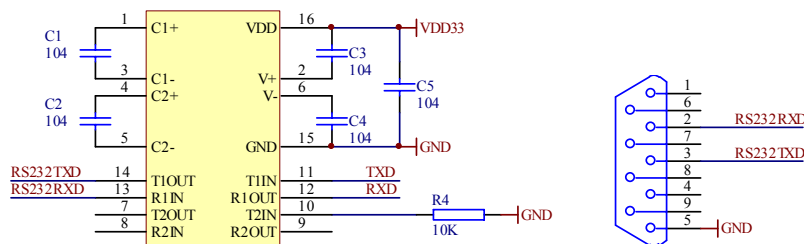

图 15 UART-RS232 电路
4) UART-RS232 电路 TXD、RXD 引脚，通过图 15 的串口电路接到一个 DB9 标准串口插座上，可以连接 PC 机用串口调试助手或超级终端等工具来查看学习板输出的提示。